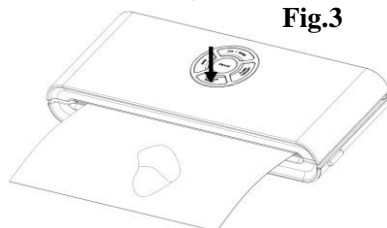

Fig.3
4. Lukk dekselet, og trykk hardt ned til du hører at det går i lås på begge sider – *Fig. 3*.
6. Trykk deretter på Vacuum & Seal-knappen. Enheten starter automatisk vakuumeringen og forseglingen – **Fig. 3.**
4. Trykk på bryteren for vakuumbeholder «PULSE VACUUM» for å starte vakuumeringen – Fig. 3. For å være sikker på at det ikke er noen luftlekkasje mellom dekslet og vakuumbeholderen, trykker du ned bryteren på dekselet med hånden ved starten av vakuumeringen.